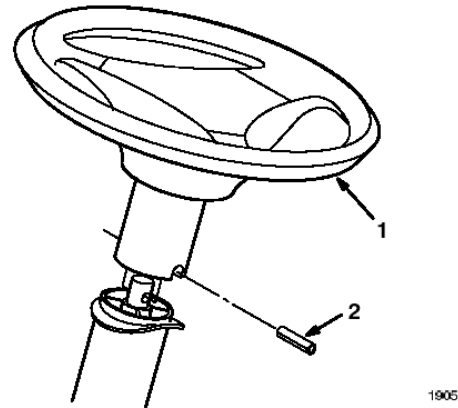

图2
- 2、将方向盘放入轴内。将方向盘上的孔位和轴上的孔位对齐。（图2）坐在座椅上应该可以看见方向盘上的商标。
- 4、用锤子敲打螺旋钉，直至击穿方向盘。（图2）